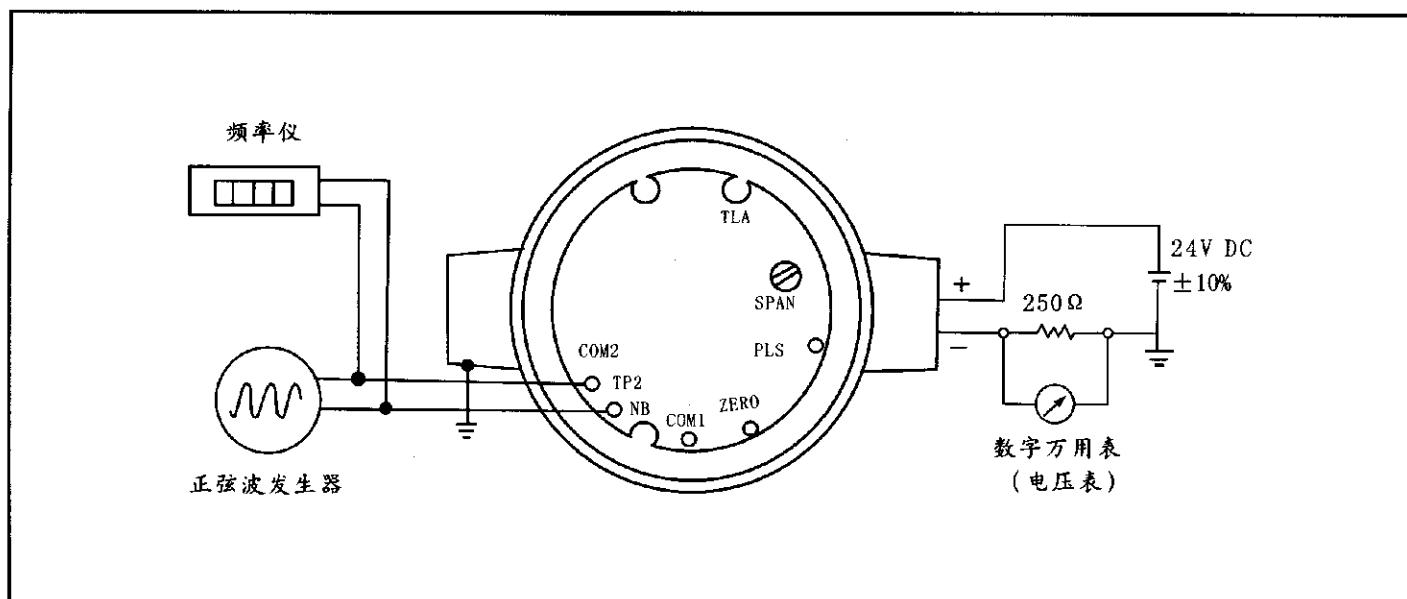

图8-1 与仪器的连接
(1) 如图8-1所示接通仪器，至少预热5分钟。使用一只250Ω的电阻或其它已知电阻值的电阻（其电阻值参照图6-5，必须对照电源电压，应在允许的范围内）。
(2) 把正弦波发生器的输出电平调到2~5V（矩形波也可以），再调整到按下面公式求出的频率：